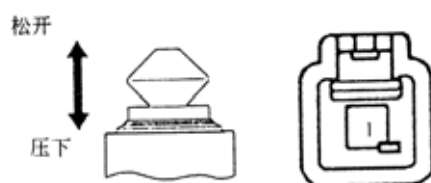

图 9-268
(1)检查门控开关。检查开关连接器和搭铁之间的导通性，如图 9-268 所示，其标准应符合表 9-121 所示要求。